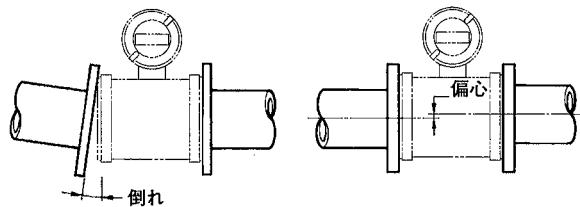

図4.2.2 隣接管の倒れおよび偏心
(1)配管に倒れや偏心があったり、あるいは面管寸法が許容値に入っていない場合には、流量計を取付ける前に必ず修正してください(図4.2.2参照)。